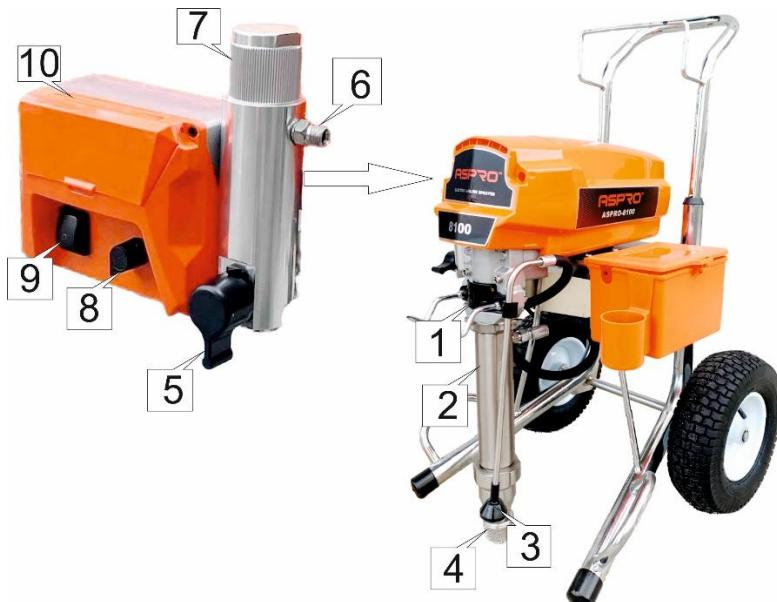
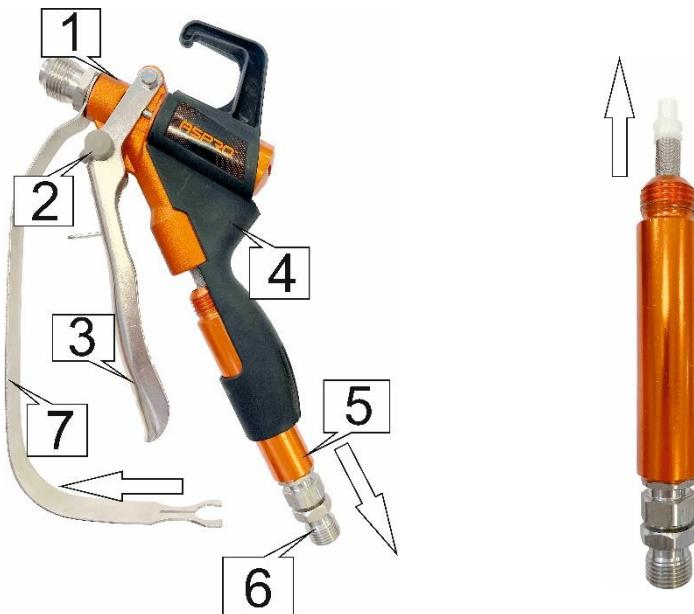

Рис.1
Рис.2
1. Подсоедините один конец окрасочного шланга к штуцеру коллектора №6 (рис.1), другой конец соедините с поворотным соединением №6 (рис.2) пистолета-распылителя. Снимите соплодержатель и сопло
2. Установите предохранитель курка на пистолете №2 (рис.2) во включенное положение.
3. Заполните гайку уплотнения горловины через отверстие №1 (рис.1) составом для уплотнений, чтобы предотвратить преждевременный износ уплотнения. Всегда выполняйте смазку перед началом работы. Не позволяйте краскораспылителю работать всухую больше 30 секунд
4. Убедитесь, что выключатель №9 (рис.1) находится в положении «0» - Выключено. Подключите штепсель к электрической сети 220В.
5. Установите дренажный кран №5 (рис.1) в положение заливки (ручка направлена вниз).
6. Поместите насос №2 (рис.1) с фильтром грубой очистки №4 (рис.1) в заземленную металлическую емкость, частично наполненную жидкостью для промывки. Подсоедините провод заземления к емкости и к контуру заземления.
1. Установите регулятор давления №8 (рис.1) на минимальное значение, повернув его против часовой стрелки до упора.
2. Переведите выключатель №9 (рис.1) в положение «I» Вкл. Для включения электродвигателя.
3. Поверните регулятор давления №8 (рис.1) по часовой стрелке на 1/3. Двигатель начнет работу, жидкость будет поступать в насос. Дайте жидкости циркулировать через дренажную трубку в течение 15 секунд.
4. Поверните дренажный кран №5 (рис.1) вверх (ручка горизонтально). Жидкость перестанет выходить из дренажной трубы.
1. Переведите выключатель №9 (рис.1) в положение «О» Выкл. Для выключения электродвигателя.
2. Убедитесь, что дренажная трубка находится в емкости. Удерживая трубку, поверните дренажный кран №5 (рис.1) вниз. Жидкость выйдет из насоса через дренажную трубку.
5. Убедитесь, что в системе нет давления жидкости. На дисплее блока контроля №10 (рис.1) отображается «0».
7. Очистите фильтр в ручке пистолета и в коллекторе №.7 (рис.1)